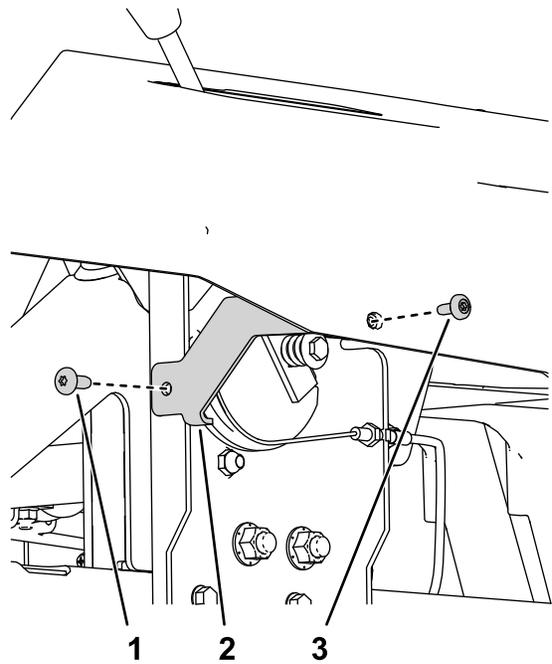

**Figure 9**
- Fixez le support de carénage gauche sur le cadre de la machine à l'aide de 2 vis autotaraudeuses (5/16" x 3/4") et des pièces déposées sous 1 Préparation de la machine \(page 4\), comme montré à la Figure 9.